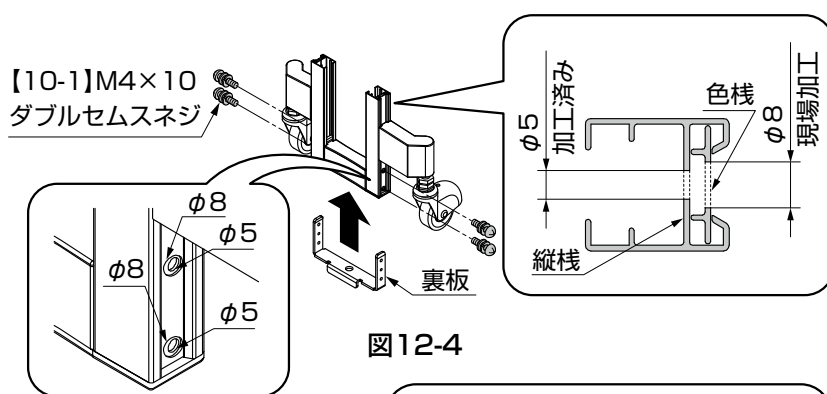
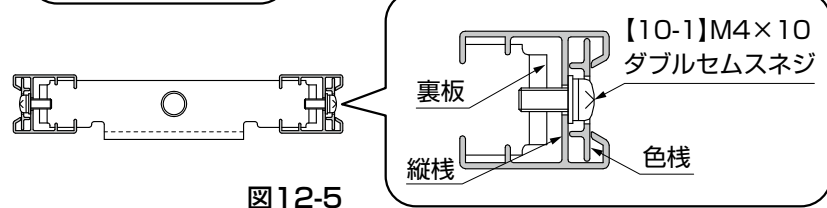

図12-4
図12-5
- ①色桟にのみφ8孔をあけてください。色桟にはφ5の下孔があいています。(図12-4参照)
- 縦桟には、φ8孔をあけないでください。(図12-4、図12-5参照)
- ②裏板を縦桟に【10-1】で組付けてください。(図12-4、図12-5参照)
(3) PG型R センターシャフトの組付けおよび転倒防止受金具の施工